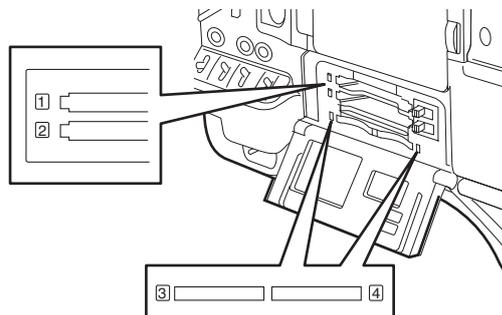

Fig. 2
- 4 Insérez une carte P2 dans un emplacement de carte et fermez le couvercle de l'emplacement. (Fig. 2)**